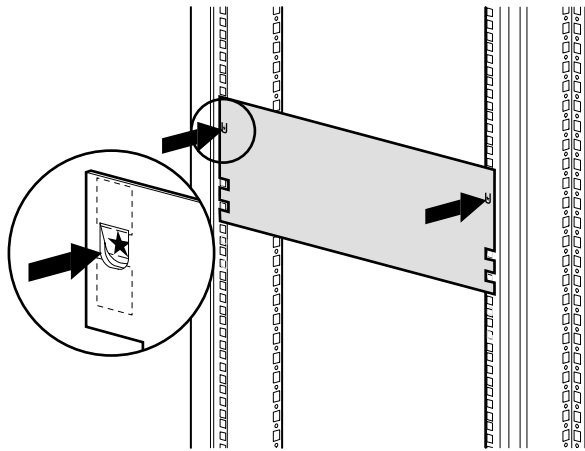

図2-2. ライブラリのテンプレート
1. ライブラリに付属のテンプレートを使用して、ハードウェアを設置する位置の印をストレージキャビネットのマウンティングレールに付けます（図2-2を参照）。